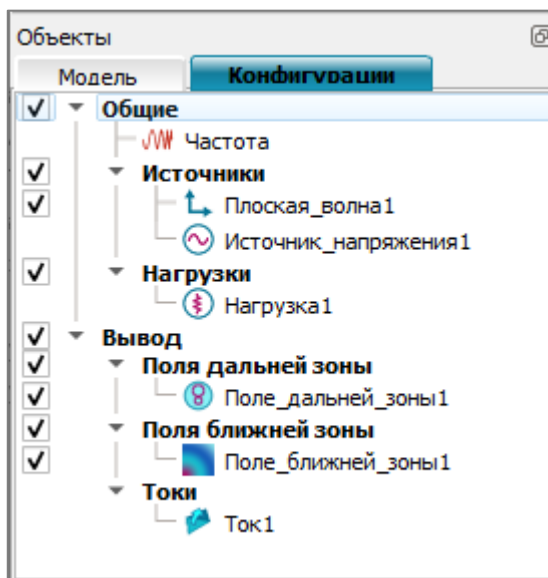

Рис. 143
16.4.3.1. Окно «Объекты» с открытой панелью «Конфигурации» показано на рис. 143.